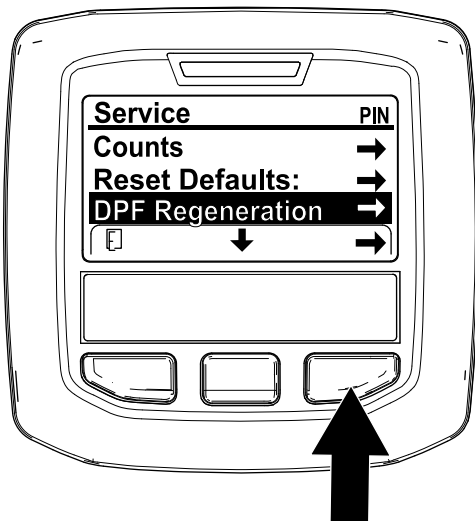

Figura 28
- Accesați meniul Service și apăsați butonul central pentru a derula în jos la opțiunea DPF REGENERATION (REGENERARE DPF) (Figura 28).
- Apăsați butonul din dreapta pentru a selecta accesarea Regenerării DPF (Figura 28).